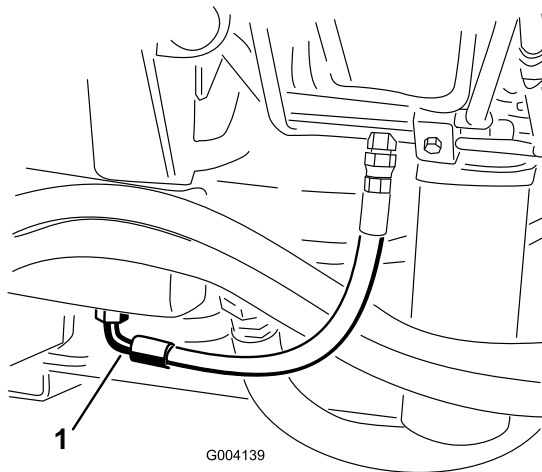

図 69
2. タンク **図 69** の下についているフィッティングの下に、オイルを受ける大型の容器を置く。